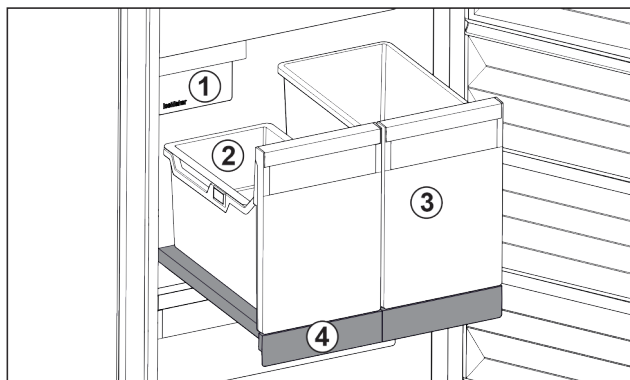

Fig. 79 Vysouvací přihrádka s IceTower
- (1) IceMaker
- (2) Závěsná miska pro kostky ledu
- (3) Nádoba např. pro pizzu, alkoholické nápoje
- (4) Vysouvací přihrádka
Na vysouvací přihrádce jsou dvě vysoké nádoby (IceTower). V nádobě Fig. 79 (2) se shromažďují a skladují kostky ledu z IceMaker. Nádoba Fig. 79 (3) se hodí pro skladování vysokých potravin jako pizzy nebo alkoholické nápoje.